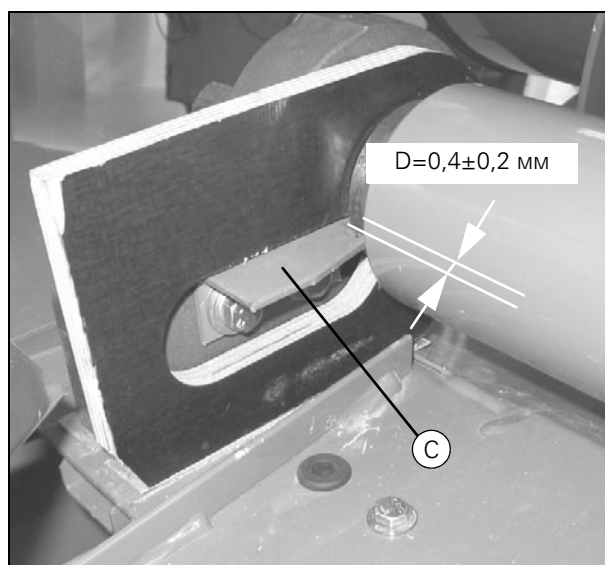

Рисунок 78
- Отрегулируйте высоту путем установки прокладок под кронштейн так, чтобы отклонение составляло ± 1 мм (X).
- Отрегулируйте длину путем перемещения корпуса подшипника по пазам так, чтобы отклонение составляло ± 1 мм (Y).
- Закрепите подшипниковые кронштейны. При помощи стержня диаметром 8 мм проверьте, что отверстие для направляющего штифта в днище жатки совпадает с отверстием (G) в кронштейне. Если отверстия совпадают, забейте направляющий штифт.
- Снова установите кронштейн и отрегулируйте его положение. Просверлите отверстие $\text{Ø} 8$ мм под направляющий штифт в днище жатки через отверстие (G) кронштейна.
- Отрегулируйте скребки (D) так, чтобы расстояние (D) от ролика составляло $0,4 \pm 0,2$ мм (Рис. 78).